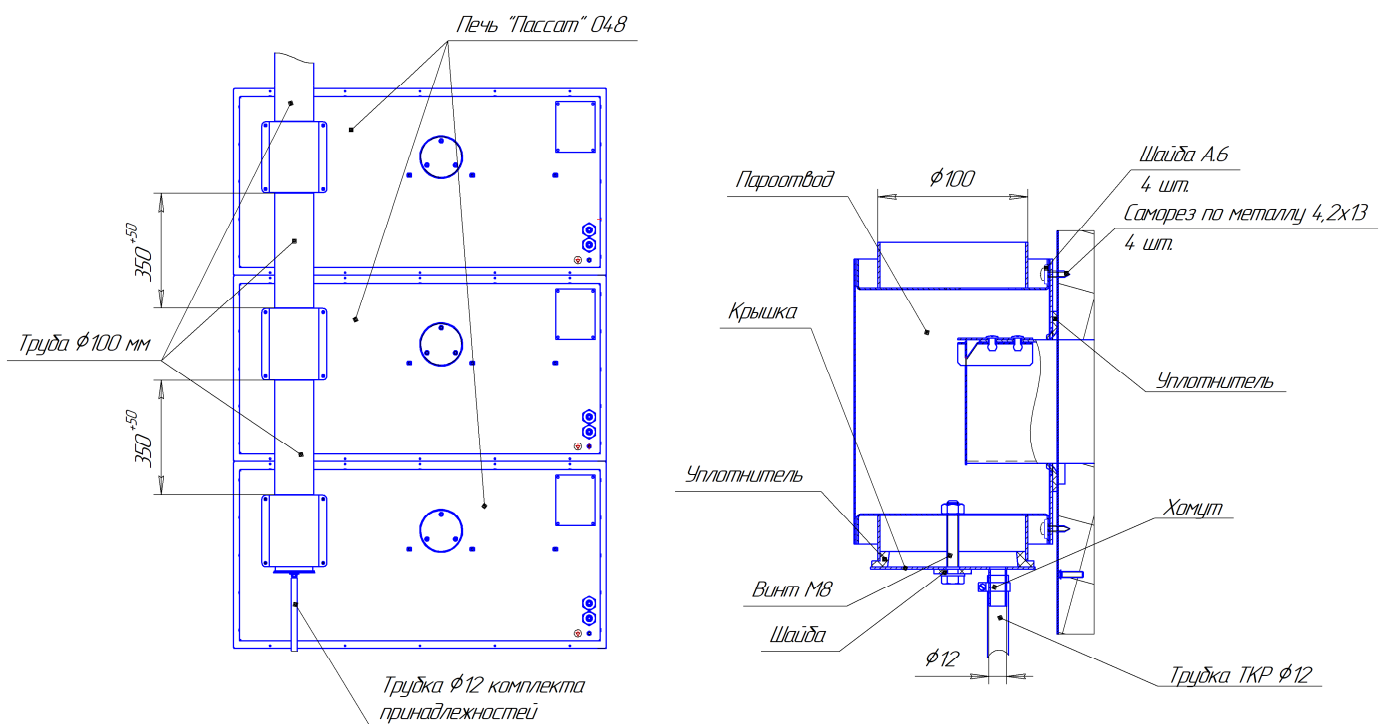

Рисунок 9 -Схема подключения печи к естественной вентиляции
- соединить между собой паропроводы, демонтировать с паропровода вышестоящей печи крышку и уплотнитель, открутив винт М8 (см. рис. 9);
- установить корпус паровода и с помощью саморезов по металлу 4,2x13 и шайб А.6, входящих в комплект монтажных частей, закрепить его (см. рисунок 9).